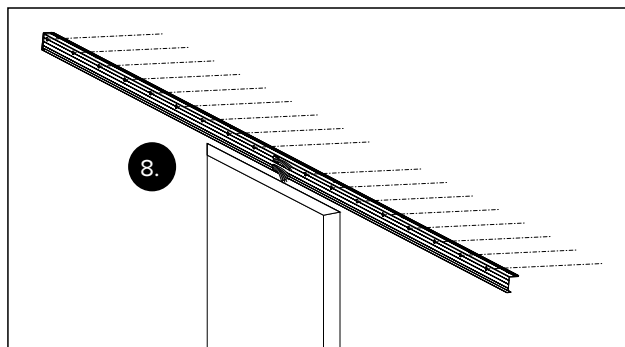

Рис. 11 Затяжка винтов на крепежном кронштейне
8. Затяните винты на крепежном кронштейне (рис. 11).